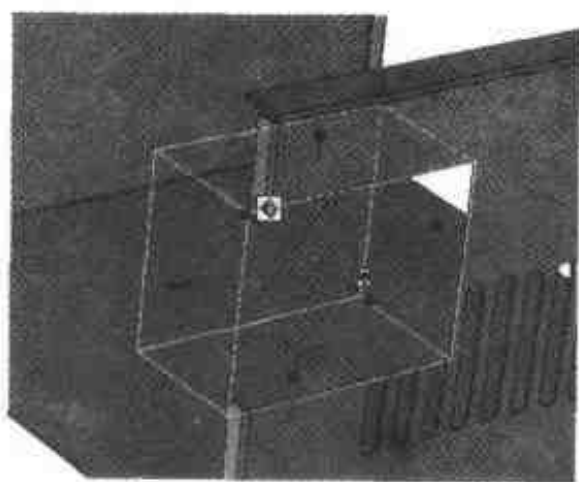

图 4.37 添加孔类长方体
- (1) 从右侧【图素】设计元素库中向圆孔的下方顶点拖入一个【孔类长方体】, 结果如图 4.37 所示。